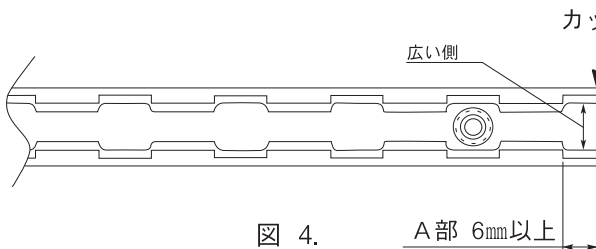

図 4.
*柱本体をカット(現場加工)をしてご使用になられる場合、柱裏面のA部寸法を6mm以上残してカットし、状況に応じてエンドキャップ(オプション)のB部をハサミ等でカットをして取付けてください。(図4.)